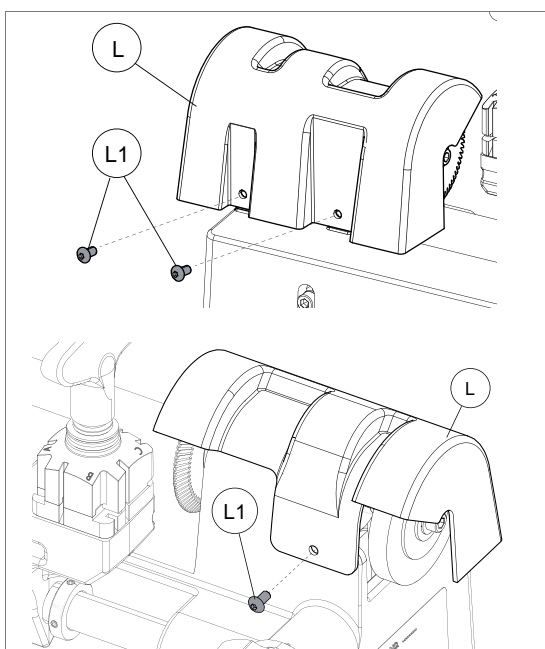

Fig. 28
- 1) Quitar el cárter (L) aflojando los tornillos de sujeción (L1) (Fig. 28).
- 8) Colocar de nuevo la duplicadora en la superficie y montar también la protección de la fresa (L).